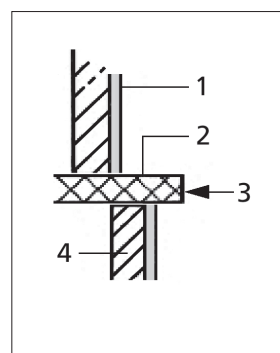

Bild 2-6
- Vergleichen Sie mit nebenstehendem Bild 2-5 und Bild 2-6, welches der abgebildeten Simsbeispiele für Ihren Heizkamin zutrifft.